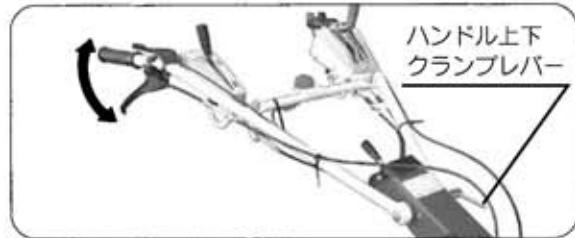

図51
- ① ハンドル上下クランプレバーをゆるめ、ハンドルの菊座とフレームの菊座の凸凹が丁度合う位置で、クランプレバーを確実に締付けてください。（図51）